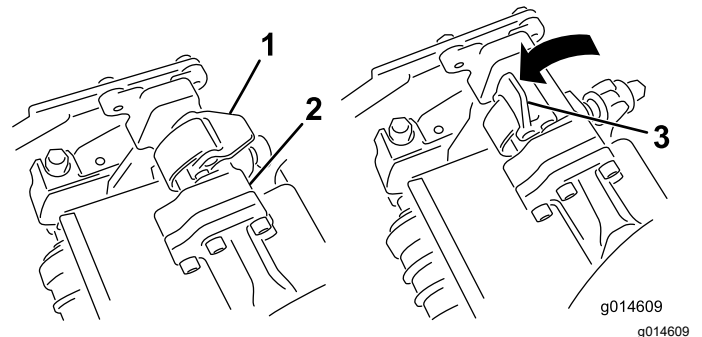
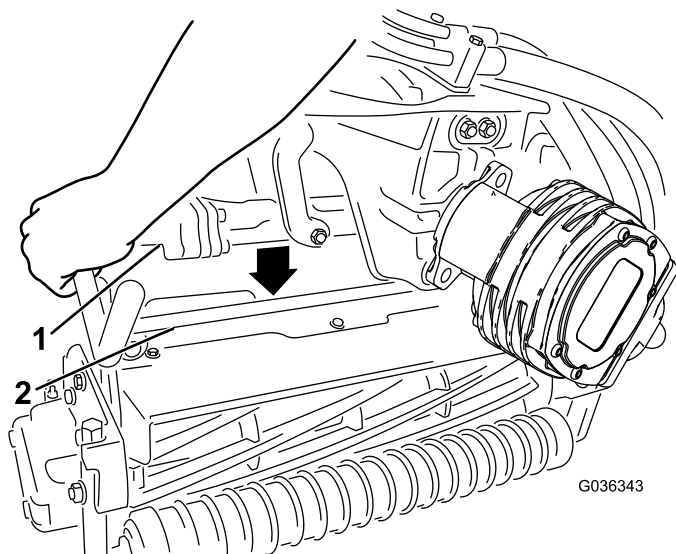

Figure 52
Figure 53
- Les verrous de la barre de bras de suspension étant orientés en haut (c.-à-d. ouverts) (Figure 52), poussez le bras de suspension vers le bas pour que la barre s'engage sur la barre transversale au sommet de l'unité de coupe (Figure 53).
5. Fermez les verrous autour de la barre de l'unité de coupe et bloquez-les en place (Figure 52).
5. Ouvrez les verrous sur la barre du bras de suspension appartenant à l'unité de coupe que vous voulez déposer (Figure 52).